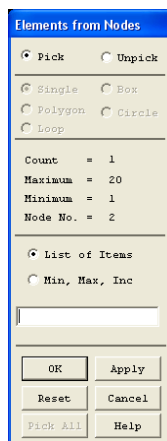

Рис. 2.5. Меню выбора узлов
2) Создайте по созданным в пункте 2.1.2 узлам конечные элементы: **PrPr** → **Create** → **Elements** → **Auto Numbered** → **Thru Nodes**. Выбирайте по два узла, начиная с 1-2. Меню выбора узлов представлено на рис. 2.5. Для переключения между режимом выбора и отмены выбора нажимайте правую кнопку мыши (ПКМ), в окне ввода можно вводить номера узлов, которые необходимо выбрать, для сброса выбора нажмите кнопку Reset.